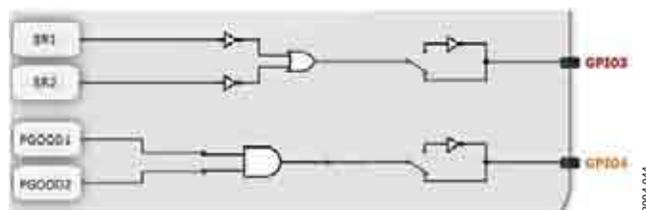

图48. 选项2: GPIO3配置为有源缓冲器PWM输出；GPIO4配置为正常信号
- 选项2: GPIO3配置为有源缓冲器PWM输出；GPIO4配置为正常信号(见图48)。